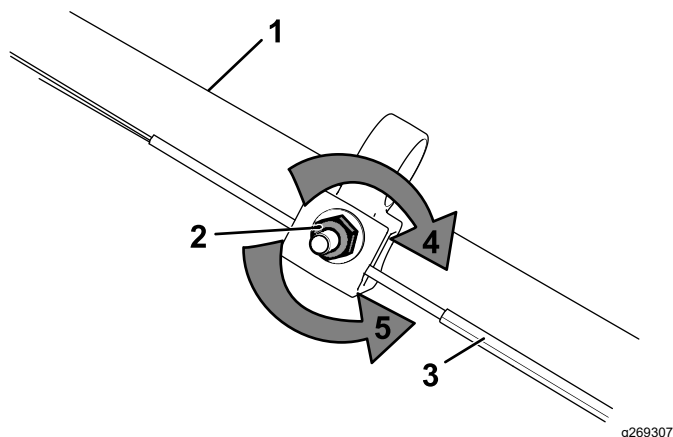

Figura 28
1. Gire la tuerca de ajuste en sentido antihorario para aflojar el cable (Figura 28).
2. Ajuste la tensión del cable (Figura 28) tirando del mismo hacia atrás o empujándolo hacia adelante, y manténgalo en esa posición.